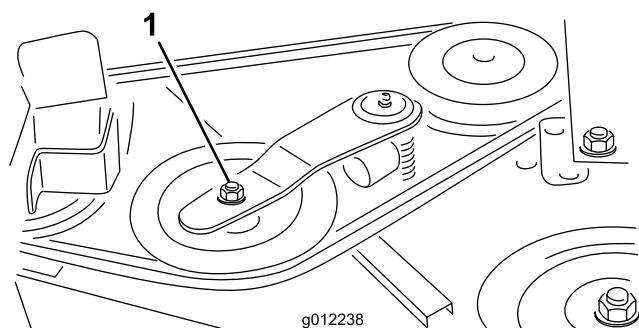
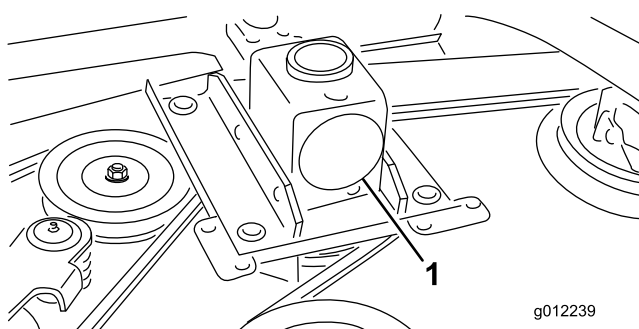

Figure 33
Figure 34
2. À l'aide d'une clé dynamométrique ou d'un outil similaire, éloignez la poulie de tension (Figure 33) de la courroie d'entraînement pour détendre cette dernière et pouvoir la déchausser de la poulie du réducteur (Figure 34).